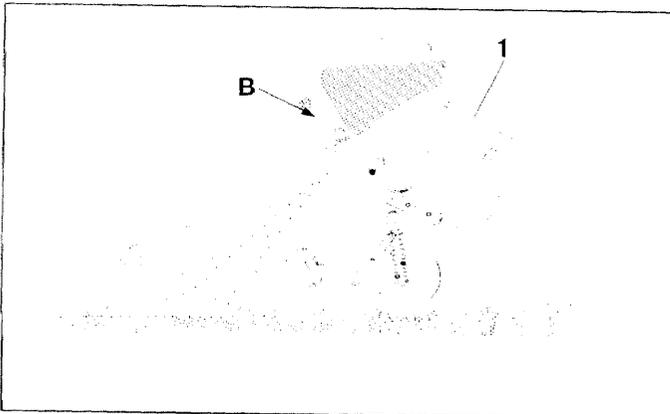

Fig. 25
- Die Oberlenkerlänge (Fig. 25/1) so einstellen, daß die Drillmaschinen-Rückwand im Bereich "B" (Fig. 25) etwa senkrecht steht.